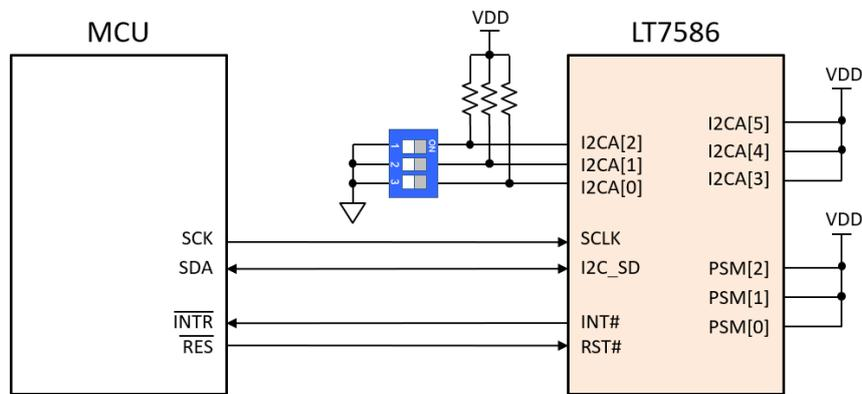

图 5-14: MCU I2C 串联接口电路图 (支持连读模式)
- 连读模式下 (引脚 PSM=111b，如图 5-14)，以 NACK 结束读取状态。即如果 I2C STSR/DATR 送出的 Data 收到 ACK (ACK=0)，会继续读取 Data 直到收到 nACK (ACK=1) 响应。